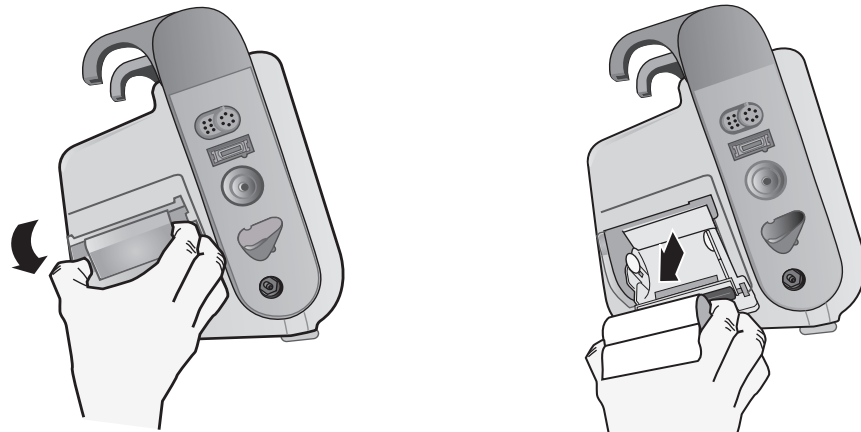

Figure 25-1. Ouverture de la porte de l'imprimante et dégagement du papier
1. Ouvrez le volet de l'imprimante (voir Fig. 25-1) et enlevez ensuite tout reste de papier.